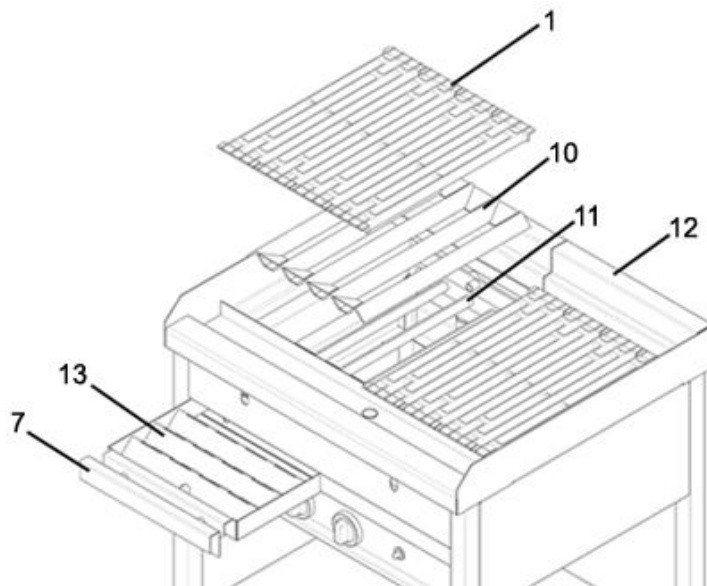

Рис.1. Устройство газового водяного гриля
На рис.1 приведено общее устройство водяного газового гриля.
- Аккуратно выньте поддоны-жироборники 7 (рис.1).
- Поднимите верхнюю часть лицевой панели 9 (рис.1), потянув ее вверх.
- Выньте поддоны-жироборники 7 (рис.1).